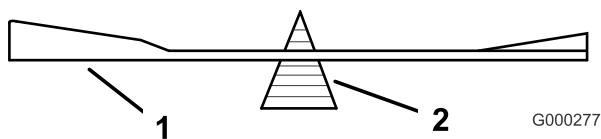

Bild 112
2. Prüfen Sie die Auswuchtung des Schnittmessers auf einer Ausgleichsmaschine (Bild 112).